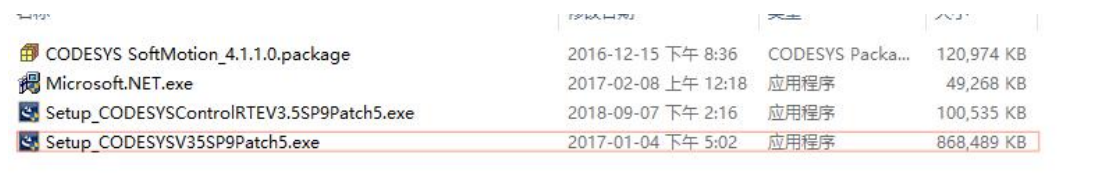

图 2-1-3 CodeSys IDE 安装文件
- 1、双击图 2-1-3 中标记的 Step_CODESYSV3.5SP9Patch5.exe 文件;